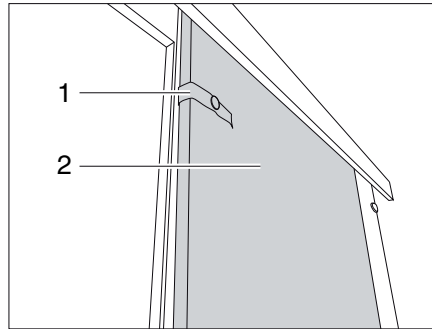

Bild 222 Skjutdörr
- Lossa säkringskedjan (Bild 222,1).
- Dra skjutdörren (Bild 222,2) till stängt läge.
- Dra skjutdörren (Bild 222,2) till öppet läge.
- Fäst skjutdörren med säkerhetsbandet (Bild 222,1).